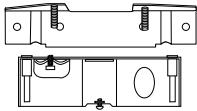
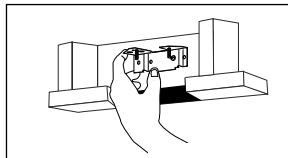

Figura 1
Figura 2
1. Separe el soporte lateral de la caja quitando las dos tuercas de nilón dentro de la caja (Figura 1) Inserte el soporte lateral en la apertura del techo de 4", posición de acuerdo con el grosor de la plancha de yeso (Figura 2).